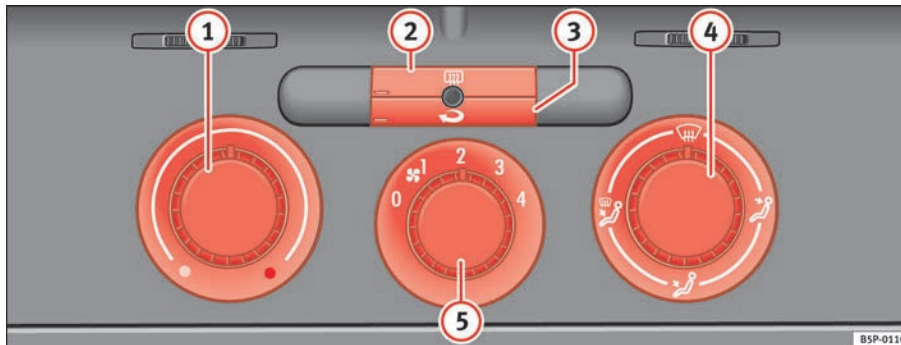

Abb. 128 In der Instrumententafel: Bedienelemente der Heizung
- Mit den Reglern ⇒ Abb. 128 ① und ④ und mit dem Schalter ⑤ stellen Sie die Temperatur, die Luftverteilung und die Gebläsestufe ein.
- Drücken Sie die jeweilige Taste ② bzw. ③, um eine Funktion ein- oder auszuschalten. Bei einer eingeschalteten Funktion leuchtet das Fenster unten links an der Taste auf.